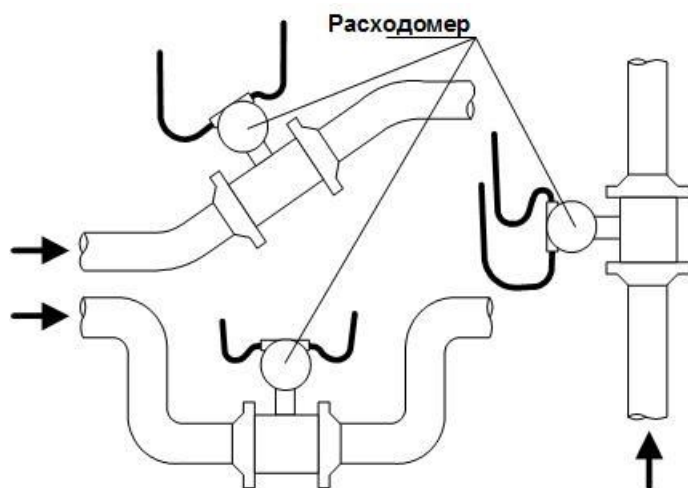

Рис.1. Рекомендуемые места установки расходомера.
- в месте установки в трубопроводе не должен скапливаться воздух – расходомер не должен располагаться в самой высокой точке трубопровода, а также в трубопроводе с открытым концом; наиболее подходящее место для монтажа (при наличии) – нижний либо восходящий участок трубопровода (рис.1);
Для предотвращения попадания влаги внутрь блока электроники через гермовводы рекомендуется подключать кабели с образованием ниспадающей U-образной петли в вертикальной плоскости (рис.1).